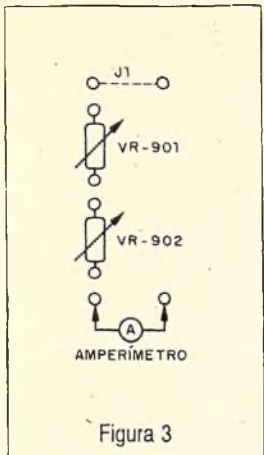

Figura 3
- c) Ligue um amperímetro no lugar do jumper (figura 3)